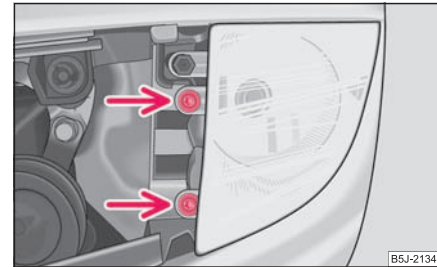

Abb. 214 Ausbau der Glühlampe des Nebelscheinwerfers
- Die Schrauben ⇒ Abb. 214 herausdrehen und den Nebelscheinwerfer herausnehmen.
- Drehen Sie die Schrauben ein ⇒ Abb. 214 und setzen Sie das Gitter wieder ein ⇒ Seite 216. ■